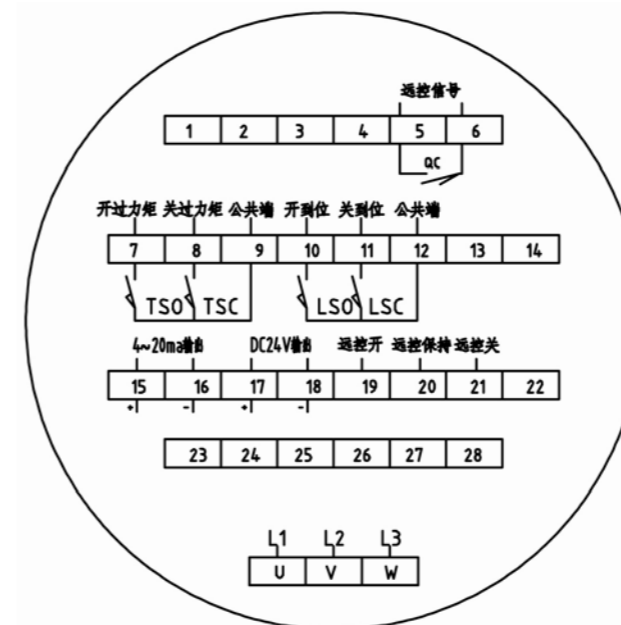
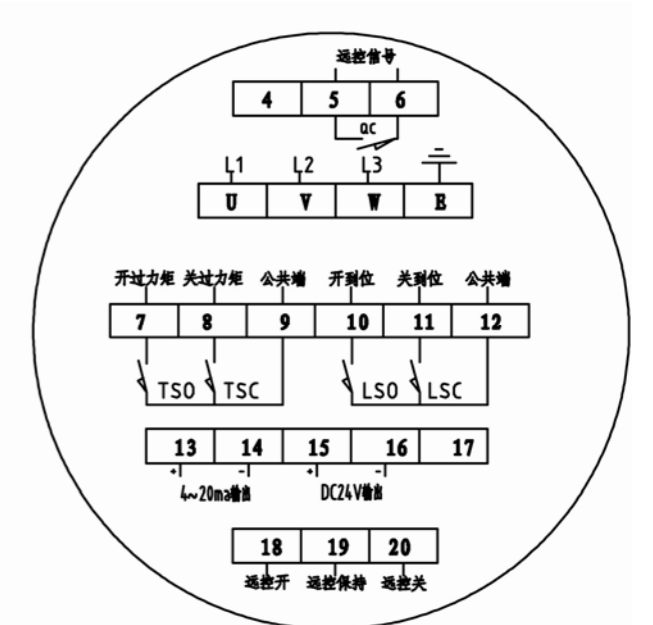

图 11 整体户外型端子接线图
图 12 整体隔爆型端子接线图
6.4 整体户外型及整体隔爆型端子接线图见图 11、图 12